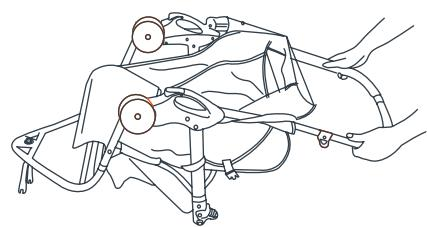

Fig. 1
- 1) • Appuyez la poussette vers l'arrière de manière à ce qu'elle repose sur l'essieu arrière et la poignée et que les fourches avant pointent vers le haut (Fig. 1).